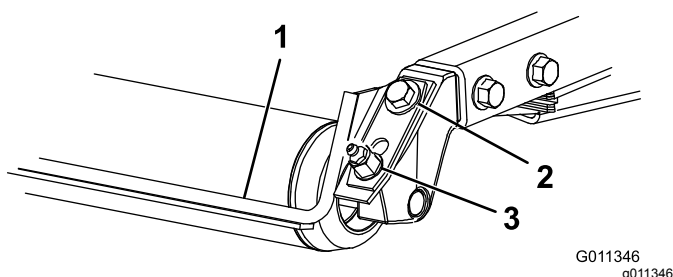

Рисунок 10
1. Ослабьте затяжку масленки для консистентной смазки и крепежный винт (Рисунок 10).